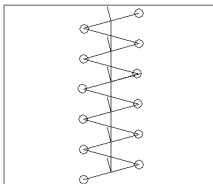

图 13-13
(9) 重复上述步骤, 结果如图 13-13 所示。
(10) 作线段。单击  按钮或者直接选择 Drawing→Line 命令, 或者在命令行直接输入 line。